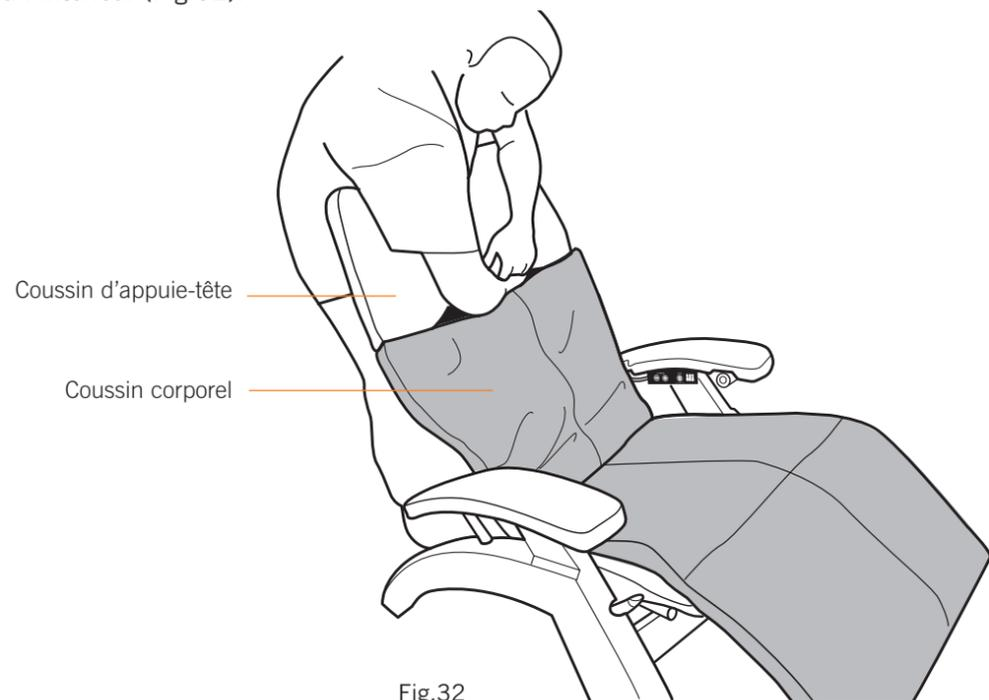

Fig.32
6. Insérez le rabat sur le haut du coussin corporel jusque dans le coussin d'appuie-tête et lissez la partie inférieure du coussin d'appuie-tête fermement à plat pour ancrer la fixation autoagrippante solidement à l'intérieur (Fig.32).